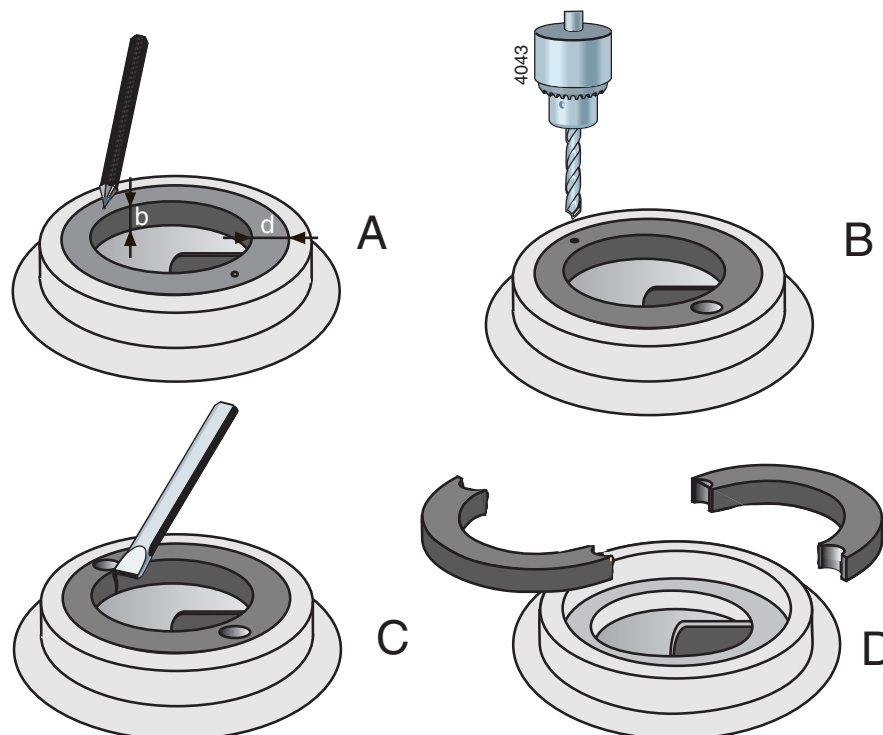

Рисунок 24: Извлечение компенсационного кольца
- 1 Измерьте толщину (d) и ширину (b) кольца, см. рисунок 24 A.
- 2 Прodelайте центрующие отверстия посередине кромки кольца в двух противоположных точках, см. рисунок 24 B.
- 3 С помощью сверла с диаметром несколько меньшим, чем толщина кольца (d), просверлите в кольце два отверстия, см. рисунок 24 C. Глубина сверления не должна превышать ширину кольца (b). Старайтесь не повредить установочную фаску корпуса насоса.
- 4 Пользуясь зубилом, вырубите оставшуюся часть толщины кольца. Теперь кольцо можно разделить на две части и извлечь его из корпуса насоса, см. рисунок 24 D.